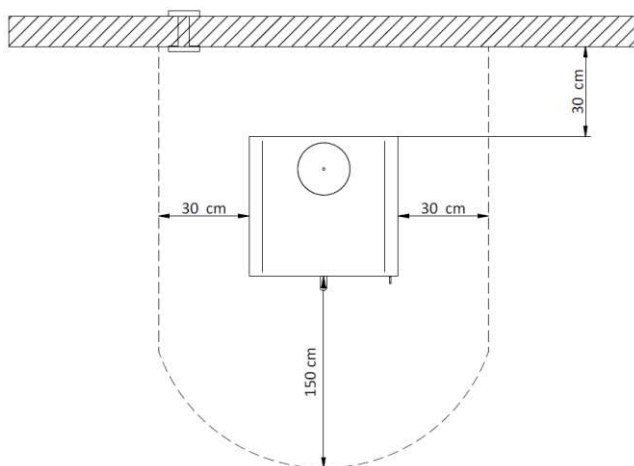

Figura 32 - Distâncias mínimas de segurança
* Na vizinhança das paredes da salamandra não devem ser utilizados materiais combustíveis. Deve respeitar uma distância de segurança de 30 cm em relação às costas, 30 cm às laterais e 150 cm na frente, Figura 32;